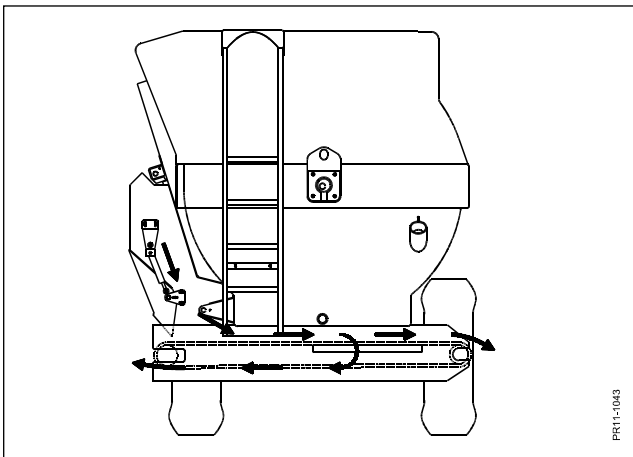

Fig. 5.16
- Fig 5.16** udfodring til begge sider samtidig.